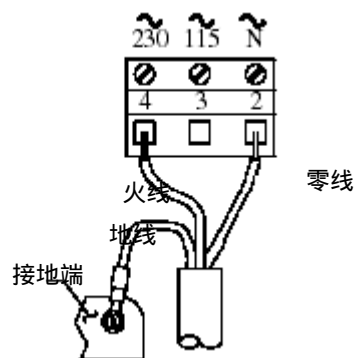

图 2-9 连接 230V 单相电源到序列号前缀为“B”的测定仪
- 对序列号前缀为“A”或无的测定仪，连接到 TB3 的“ground symbol（接地标记）”接线端 1 上。（图 2-9、2-11 或 2-13）。